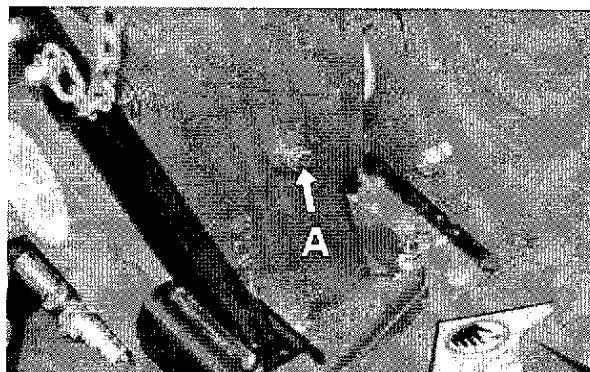

fig.37
• **Supporto di comando:** contiene 2 litri d'olio Agip Rotra 90 (1,8 litri per il tipo SILVER). Controllare periodicamente il livello di olio che deve sfiorare il tappo A (fig.37). Effettuare la sostituzione completa dell'olio ogni 200 ore di lavoro.
• **Gear casing:** contains 2 litres of Agip Rotra 90 oil (1.8 litres for mod. SILVER). From time to time check the oil level which must touch up against plug A (fig.37). Change the oil every 200 work hours.
• **Support de commande:** contient 2 litres d'huile Agip Rotra 90 (1.8 litres pour le mod. SILVER). Contrôler périodiquement le niveau de l'huile qui doit effleurer le bouchon A (fig.37). Effectuer la vidange complète de l'huile toutes les 200 heures de travail.
• **Soporte de mando:** contiene 2 litros de aceite Agip Rotra 90 (1.8 litros para el mod. SILVER). Controlar periódicamente el nivel de aceite que debe rozar el tapón A (fig.37). Realizar el cambio completo de aceite cada 200 horas de trabajo.
• **Steuerhalterung:** Enthält 2 Liter Agip Rotra 90 Öl (1.8 Liter für SILVER Modell). Regelmäßig den Ölstand, der den Deckel A (Abb.37) erreichen muß, kontrollieren. Das Öl nach 200 Betriebsstunden vollständig auswechseln.